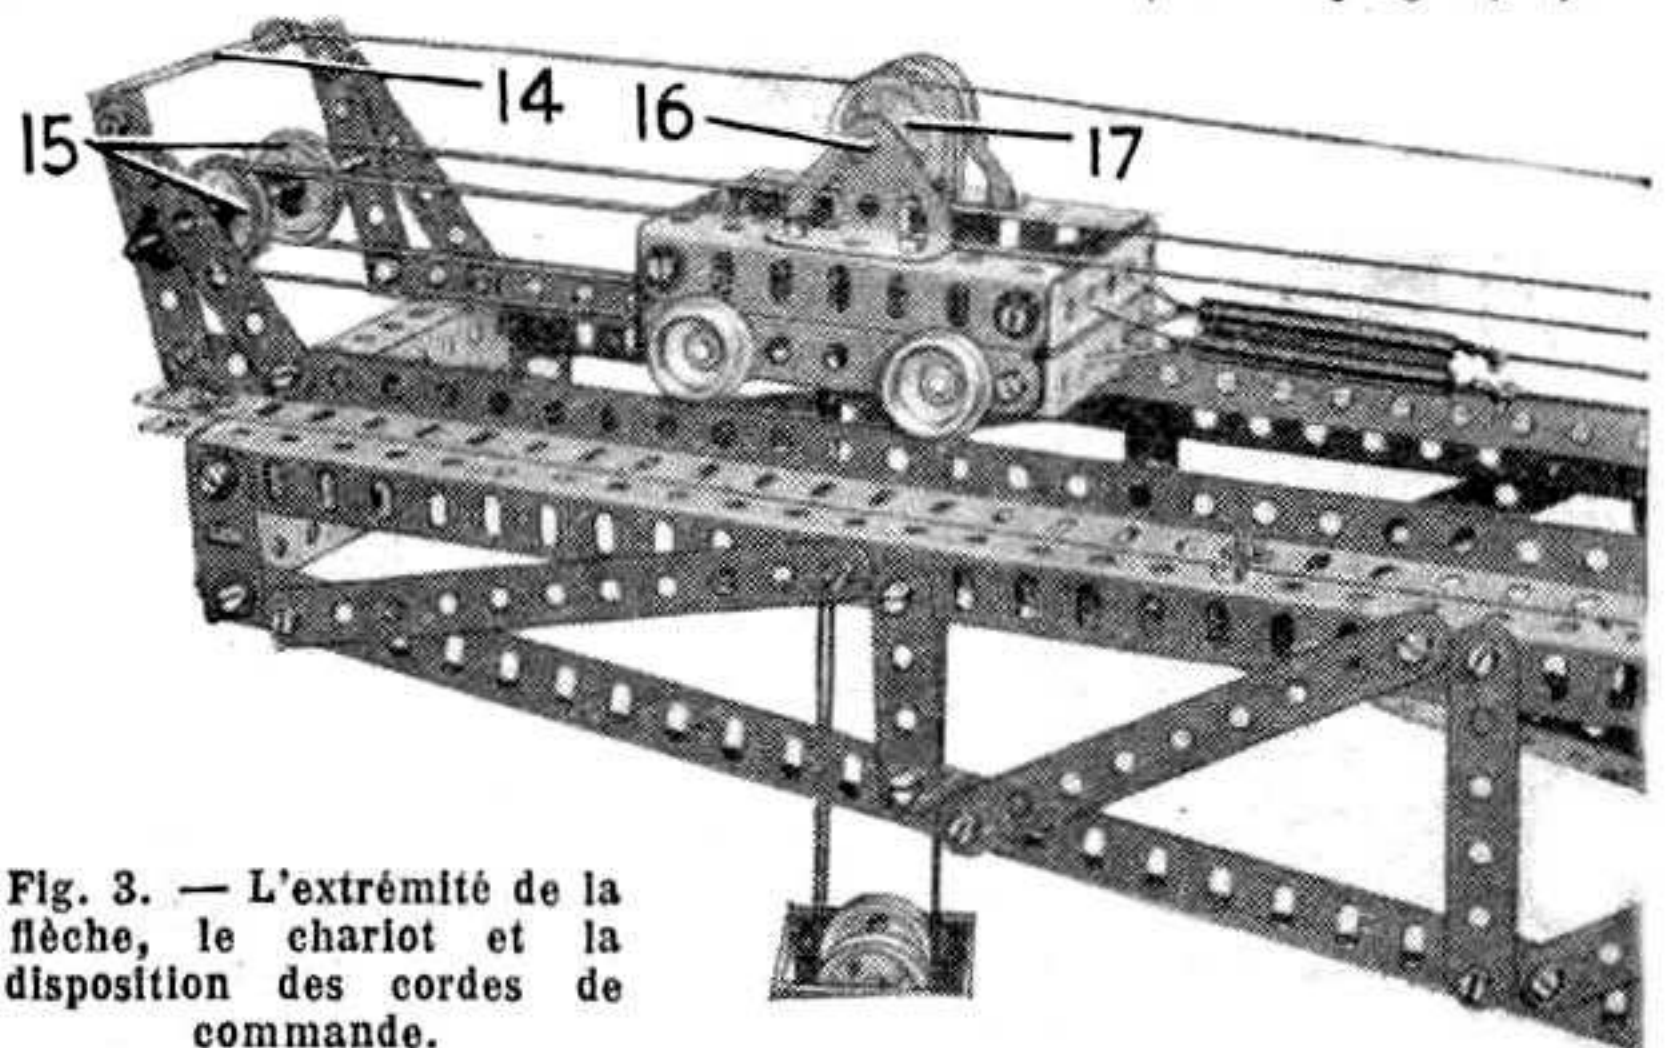

Fig. 3. — L'extrémité de la flèche, le chariot et la disposition des cordes de commande.
la partie supérieure du roulement à galets. Chaque poutrelle maîtresse s'obtient en boulonnant une cornière de 25 trous (9) sur la plaque circulaire. Une cornière de 9 trous est fixée verticalement à chaque extrémité de la cornière (9) et supporte une cornière de 49 trous (10) prolongée par une autre cornière de 49 trous (11). Une cornière de 3 trous (fig. 3) est fixée à l'extrémité de la